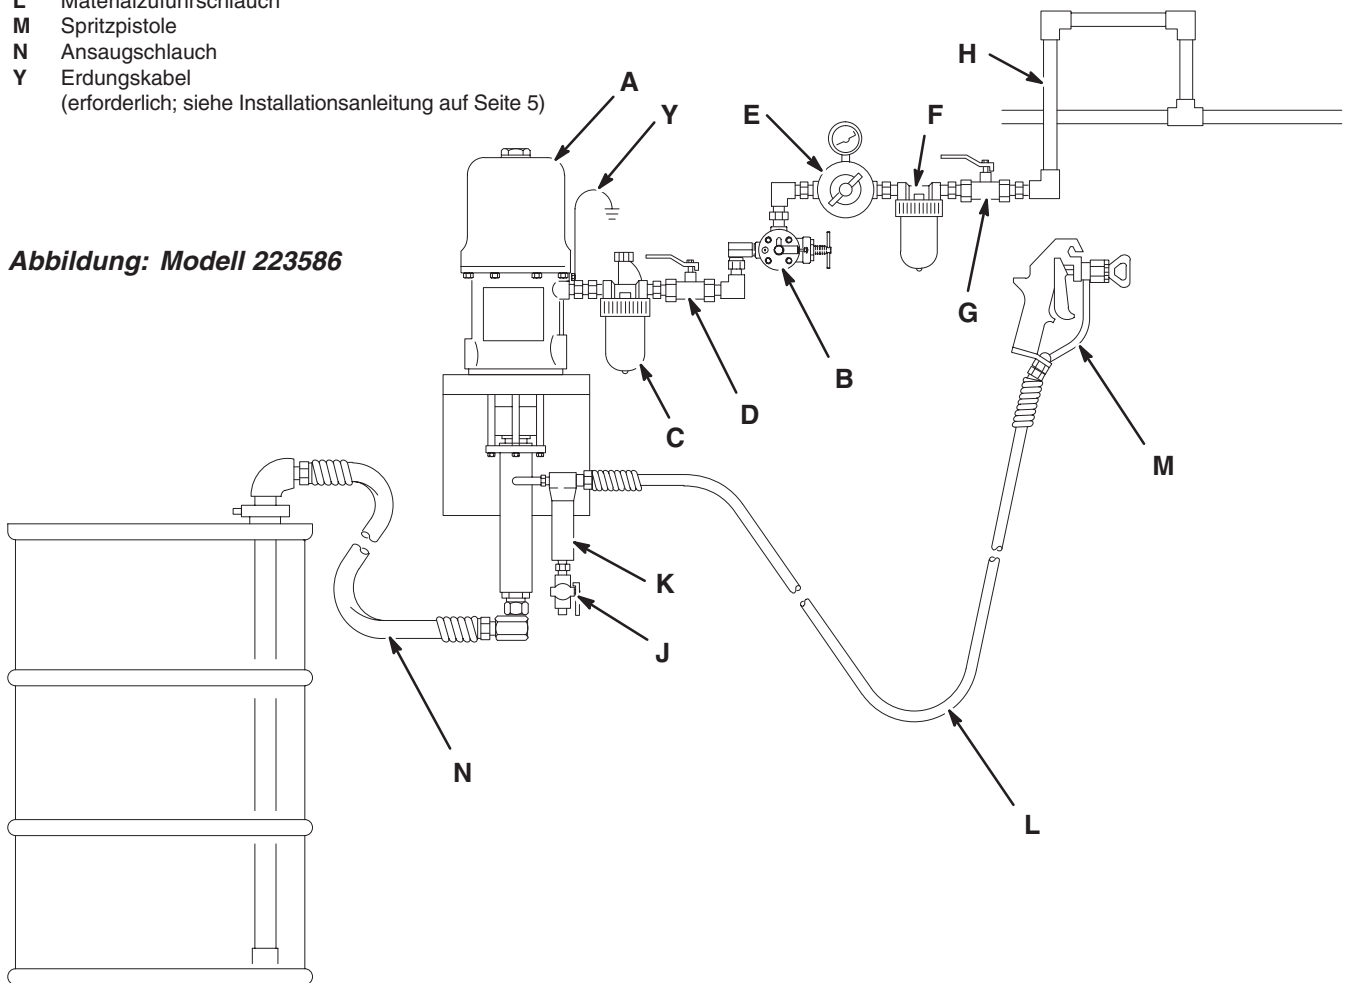

Abb. 2
Abb. 2 stellt nur eine Hilfe für die Auswahl und den Einbau von Systemkomponenten und Zubehörteilen dar. Der Graco-Händler hilft gerne bei der Zusammenstellung eines Systems, das Ihren besonderen Anforderungen entspricht.
Beachten Sie die Zeichnung "Typische Installation" (Abb. 2).
Die nachfolgenden Zubehörteile so installieren, wie dies in der Abb. 2 gezeigt wird. Falls nötig, Adapter verwenden.
Die folgenden Zubehörteile an den in Abb. 2 gezeigten Stellen installieren und bei Bedarf Adapter verwenden:
- **Ein Druckentlastungsventil (J)** ist im System erforderlich, um den Materialdruck in Schlauch und Pistole zu entlasten (siehe **WARNUNG** links). Ventil so installieren, daß der Ausgang nach unten zeigt, bzw. der Hebel nach oben zeigt, wenn das Ventil geöffnet ist.
- **Ein Materialfilter (K)** filtert schädliche Partikel aus dem Spritzmaterial.
- **Eine Spritzpistole (M)** dient zum Auftragen des Spritzmaterials. Die in Abb. 2 dargestellte Pistole ist eine Airless-Spritzpistole.
2. Den Lufthahn (D) mit Entlastungsbohrung (erforderlich in diesem System) schließen. Siehe Abb. 2.
Siehe Abb. 2 auf Seite 7. Sicherstellen, daß der Luftregler (E) und der Lufthahn mit Entlastungsbohrung (D) geschlossen sind. **Die Spritzdüse noch nicht installieren!**
Es kann ein Trockenlaufsicherungsventil (B) bestellt werden, welches die Luftzufuhr zur Pumpe abschaltet, wenn die Pumpe eine bestimmte Geschwindigkeit erreicht. Siehe Abb. 2 auf Seite 7. Für nähere Informationen wenden Sie sich bitte an Ihren Graco-Händler.